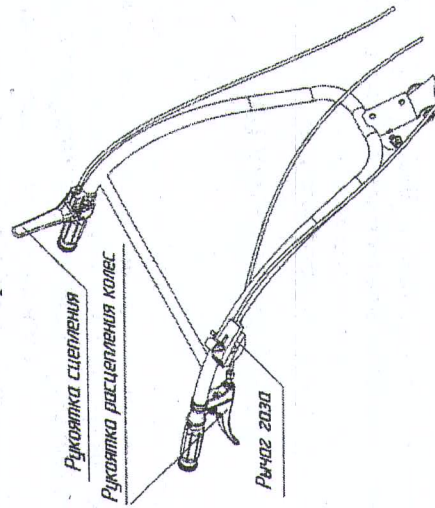
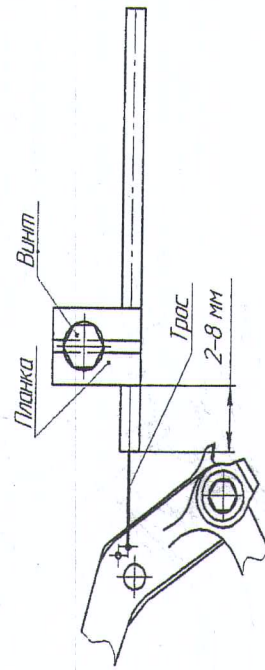

Рис.3. Схема установки органов управления на руль мотоблока.
Рис.5. Схемы крепления троса газа.
Рукоятка расцепления колес (рис.3) – расположена на правой рукоятке руля.
Рукоятка сцепления (рис.3) – расположена на левой рукоятке руля.
Рычаг газа (рис.3) - на правой рукоятке руля.
- 5) Установите рулевую колонку и руль с рычагами управления на место, согласно рис.1, рис.2 и рис.3.
Рычаг газа установите на правую рукоятку руля (рис.3). Зафиксируйте механизм в отверстии с помощью винта М6, пружинной шайбы и гайки М6. Проверьте плавность работы механизма вратно-поступательными движениями рычага. Присоедините тросы управления дроссельной заслонкой (троса газа) (рис. 5).